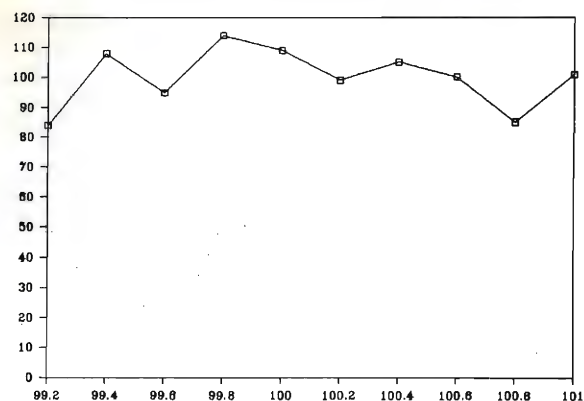

figura 2 - Distribuzione dei valori di mille misure soggette a rumore uniforme.
Verifichiamo subito quanto si è detto, copiando la formula (1) nelle 900 caselle sotto alle prime 100 e determinando la distribuzione del contenuto delle 1000 caselle, che è rappresentata dal grafico di figura 2. Questa volta, naturalmente, il numero aspettato, in ciascun intervallino, non è più 10, ma 100 (1000 misure suddivise in 10 intervallini).